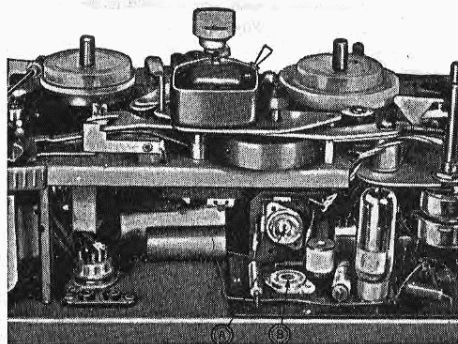

Fig. 7
**Taratura dell'indicatore del livello di registrazione.** - La resistenza semifissa « A » serve per la taratura dell'indicatore di livello di registrazione. Essa viene regolata in fabbrica in sede di collaudo e non è quindi necessario, normalmente, ritoccarne la regolazione: nel caso però in cui, per sostituzione delle valvole o per altri motivi, le variazioni luminose fossero insufficienti od eccessive si operi come segue (fig. 7):
— regolare la resistenza semifissa « B » a mezzo di un piccolo cacciavite, fino ad ottenere una corrente di 0,28 A (fig. 7);